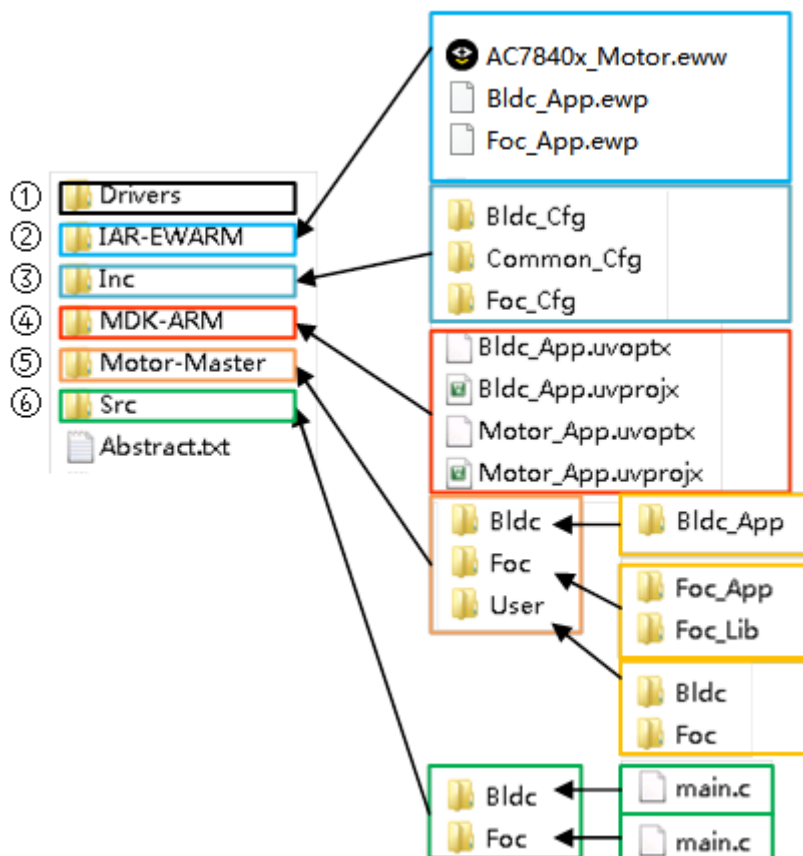

图 7-1 Motor App 文件结构
以 AC7840x 电机算法为例，Motor_App 软件工程的文件结构如图 7-1 所示。
①：ATC AC78xx 系列 MCU 编译器支持文件。当用户安装使用了 AC78xx 系列 MCU 的 CMSIS pack，并在 MDK Keil 的 Manage Run-Time Environment 中配置选择了相应 Component，则此文件组无需
添加文件；否则需要将图 7-1 中①所内含的 `ac78xx_debugout.c`、`startup_ac78xx.s`、`system_ac78xx.c` 等文件链接到此文件组中。
②：Motor App 的 `main.c`。
③：ATC AC78xx 系列 MCU 驱动包。当用户安装使用了 AC78xx 系列 MCU 的 CMSIS pack，并在 MDK Keil 的 Manage Run-Time Environment 中配置选择了相应 Component，则此文件组无需添加文件；否则需要将图 7-1 中①所内含的 `ac78xx_adc.c`、`ac78xx_pwm.c`、`ac78xx_spm.c` 等文件链接到此文件组中。用户可根据实际使用 MCU 外设情况链接对应的驱动文件到此文件组中。
④：MCU 系统配置文件，规定了 MCU 的系统时钟、晶振频率等参数。用户一般无需修改此文件。
⑤：Motor App 算法参数及硬件参数配置宏定义文件组。用户需要根据硬件电路的实际参数更新此文件组中的 `hwboard_parameters_define.h` 文件；根据实际电机参数更新此文件组中的 `motor_parameters_define.h` 文件；根据使用的控制算法类型及调试情况更新此文件组中的 `blcdc_parameters_define.h`（方波算法）或 `drive_parameters_define.h`（FOC 算法）文件。当使用 FOC 算法时，根据具体应用需求更新此文件组中的 `protector_parameters_define.h` 文件来调整保护策略的参数。
⑥：Motor App 的电机控制算法文件组。实现电机驱动的方波控制算法或 FOC 算法。
⑦：Motor App 的用户层接口文件组。提供 MCU 外设配置、上位机通信、时基任务调度等功能接口。
⑧：ATC 电机 FOC 算法库。提供三角函数、Hall 传感器角度反馈、无传感矢量控制角度估算、PID 调节器、SVPWM 算法、电机控制算法参数标幺等功能接口，方便客户根据应用需求自由开发电机控制算法。